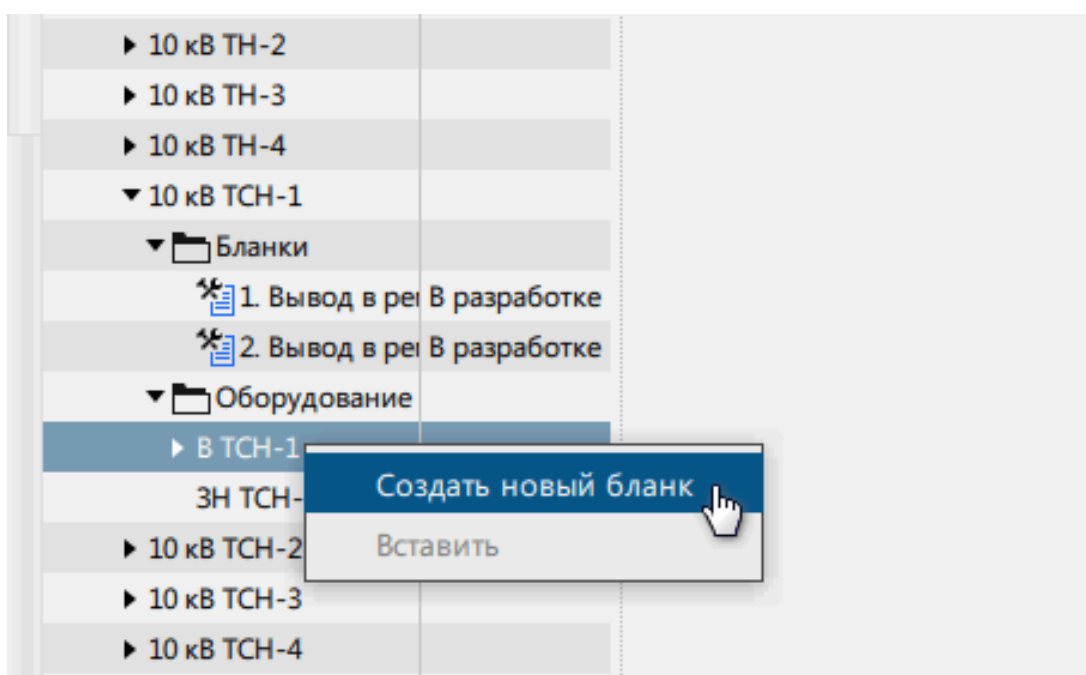

Рисунок 115 - Создание бланка
3. Нажмите **ПКМ** по оборудованию и выберите команду **Создать новый бланк** (Рисунок 115). Появится бланк со статусом «В разработке».